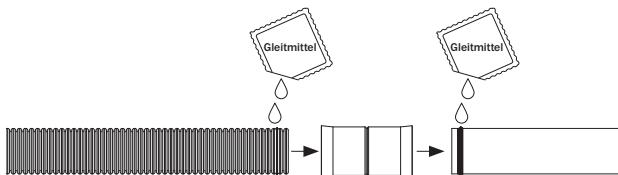

Abbildung 8.2: Einschmieren der Dichtungsringe und Zusammenstecken des Kabelschutz-/Wellrohrs mit der Doppelsteckmuffe und dem vormontierten Mantelrohr
- Beide Dichtungsringe mit dem mitgelieferten Gleitmittel vollständig einschmieren (s. Abbildung 8.2).
- Anschließend das Kabelschutz-/Wellrohr DN 75 mit dem Dichtungsring bis zum Anschlag in die Doppelsteckmuffe schieben. Dann die Doppelsteckmuffe zusammen mit dem Kabelschutz-/Wellrohr DN 75 bis zum Anschlag über das Mantelrohr mit dem in die Nut eingelegten Dichtungsring schieben (s. Abbildung 8.2).